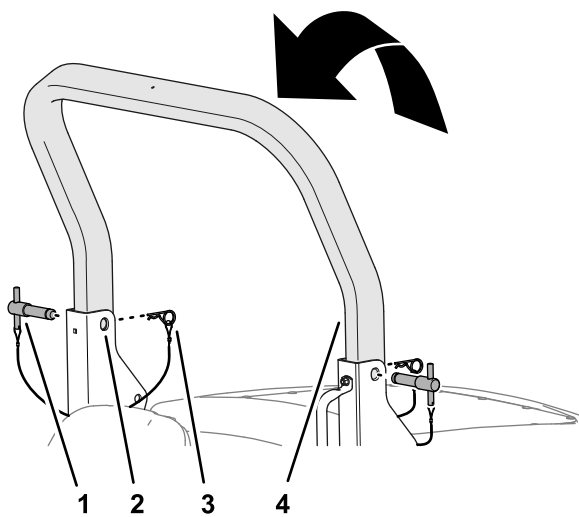

Figure 23
3. Tirez la partie supérieure de l'arceau de sécurité vers le haut jusqu'à ce que les trous de l'arceau de sécurité soient en face des supports de pivot (Figure 23).
- Insérez les axes dans les trous supérieurs des supports de pivot et dans l'arceau de sécurité (Figure 23).
- Fixez les axes de l'arceau de sécurité dans les supports de pivot avec les goupilles fendues (Figure 23).